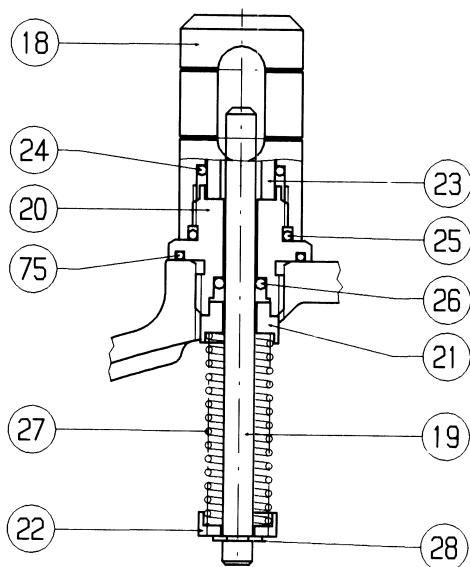

Fig. 19
- 6) Den Hubanzeiger (95) abnehmen, indem die Führung (20) des Hubanzeigestabs (Abb. 19) losgeschraubt wird. Dann die Schrauben (47) herausnehmen und den oberen Membrangehäusedeckel (14) abnehmen.
- 7) Die Kolbenführung (6) durch Gegenhalten an der Mutter (54) vom Ventilschaft losdrehen.
- 8) Die Baugruppe Membrane-Membranschutzscheiben herausheben; um die einzelnen Bauteile voneinander zu trennen, die Mutter (31) von der Düse (30) und die Mutter (40) vom Membranhalter (12) abschrauben.
- 9) Die Muttern (46) abnehmen und den unteren Membrangehäusedeckel (13) mit den Stiftschrauben (45) abheben.
- 10) Den Zwischenflansch (7) mit der Ventilschaftführung (8) abnehmen.
- 11) Die Einheit bestehend aus Ventilschaft (9), Stellgliedführung (4) und den Bauteilen 3, 11, 43 und (55) herausnehmen.
- 12) Die Schraube (55) durch Gegenhalten an den flachgeschrägten Seiten des Ventilschafts (9) lösen und dann das Stellglied (11) und den Stellgliedhalter (3) demontieren.
- 6) *Démonter l'indicateur de course (95) en dévisant le guide-tige (20) (fig. 19). Enlever ensuite les vis (47) et soulever le couvercle (14).*
- 7) *Desserrer le guide-piston (6) de la tige (54) en utilisant les faces de l'écrou .*
- 8) *Soulever le groupe membrane-disques de protection; pour séparer les différentes pièces, dévisser l'écrou (31) de la buse (30) et l'écrou (54) du dupport (12) .*
- 9) *Enlever les écrous (46) et soulever le couvercle (13) avec les goujons (45) .*
- 10) *Soulever la bride intermédiaire (7) avec le guide-tige (8).*
- 11) *Extraire l'ensemble constitué de la tige (9) , du guide-clapet (4) et des pièces (3) , (11) , (43) , et (55) .*
- 12) *Desserrer la vis (55) en utilisant les faces planes présentes sur la tige (9) et démonter le clapet (11) et le support clapet (3) .*
- 13) *Dévisser le siège vanne (2) , en veillant particulièrement à ne pas endommager les bords d'étanchéité.*
- 14) *Enlever les vis (49) et la bride borgne (10) .*
(ABB. 19)
(FIG. 19)